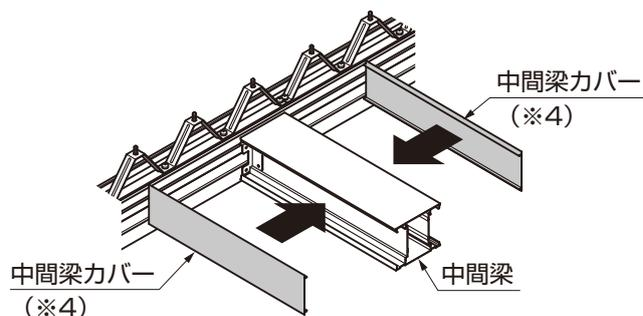

図12-5 中間梁カバーの取付け
- ⑤中間梁カバーを中間梁に取付けてください。(図12-5参照)